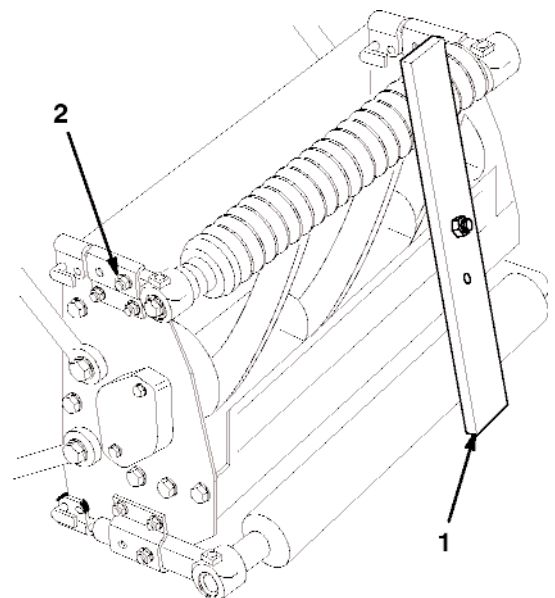

Figure 7
2. Desserrez légèrement l'écrou qui fixe chaque support du rouleau avant au support d'angle (Fig. 7).
4. Placez le calibre en travers des rouleaux avant et arrière et tournez les vis d'appui du rouleau avant jusqu'à ce que la base de la tête de la vis s'engage dans le bord coupant de la contre-lame (Fig. 7). Procédez ainsi aux deux extrémités du cylindre. Vérifiez que les rouleaux sont exempts de débris et/ou distorsions des surfaces.